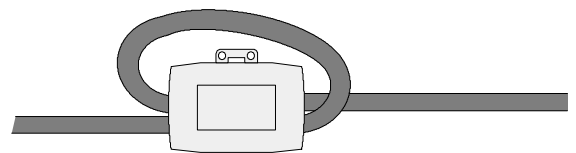

Bild 5 Anbringen eines Klappferrits
- Bilden Sie eine Kabelschleife und bringen Sie am Telefonkabel einen Klappferrit an (Bild 5).
- Bilden Sie eine Kabelschleife und bringen Sie am Spannungsversorgungskabel ebenfalls einen Klappferrit an (Bild 5)
- Bilden Sie eine Kabelschleife und bringen Sie einen Klappferrit an den Telefonkabeln an (Bild 5).
- Bilden Sie eine Kabelschleife und bringen Sie am Spannungsversorgungskabel ebenfalls einen Klappferrit an (Bild 5).